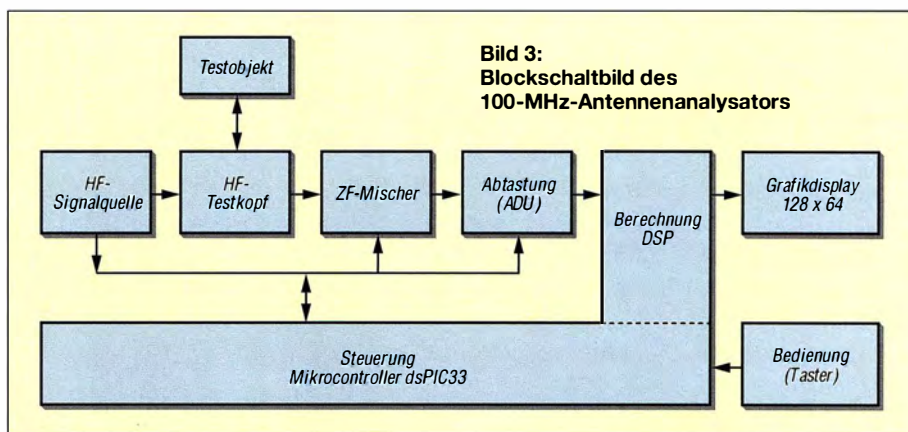

Bild 3: Blockschaltbild des 100-MHz-Antennenanalysators
In Bild 3 sind die verwendete Signalkette sowie die Kernkomponenten des Antennenanalysators dargestellt. Die HF-Signalquelle stellt ein Testsignal zur Verfügung, welches über den Testkopf an das Testobjekt weitergeleitet wird. Der Testkopf stellt neben dem Original- das in Amplitude und Phase veränderte Signal zur Verfügung. Ideal wäre es nun, dieses Signal mit einem sehr schnellen (und damit teuren) Analog-Digital-Umsetzer zu digitalisieren und die gesamte weitere Verarbeitung als digitale Signalverarbeitung (DSP) im Prozessor durchzuführen. Dies würde die Projektkosten jedoch erheblich in die Höhe treiben. Stattdessen werden die Signale zunächst auf eine Zwischenfrequenz (ZF) von 1 kHz gemischt und dann digitalisiert, um anschließend vom Mikrocontroller verarbeitet zu werden. Dieses Konzept entspricht dem eines Einfach-Überlagerungsempfängers. Weitere Komponenten für die Anwenderschnittstelle wie Display und Tasten zur Gerätebedienung sind selbstverständlich ebenfalls erforderlich.